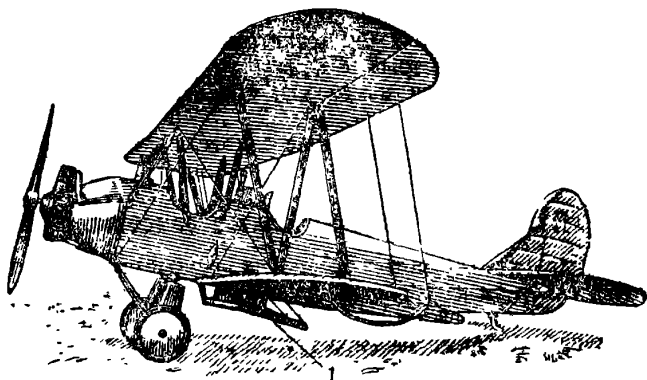

Рис. 4. Сельскохозяйственный самолет У-2 АП (аэропылитель);
**Сельскохозяйственный самолет У-2 АП (аэроопылитель).** Этот самолет имеет дополнительный бензиновый бак, помещенный в центроплане, так как размеры главного бензинового бака уменьшены устройством третьего места или установкой бака для отравляющих составов. Управление самолетом одинарное (рис. 4).